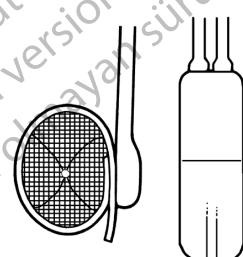

Figura 4-41. Manguito y bomba llenos
*Nota: esto hará que el dispositivo de desactivación vuelva a la posición de activación. Una vez activado el dispositivo, la bomba se llenará primero y, despues, se volverá a llenar el manguito. (**Figura 4-41**) Pasarán unos minutos hasta que el dispositivo vuelva a llenarse y el manguito cierre la uretra o el cuello de la vejiga. Cuando el sistema esté activado, la bomba se volverá menos firme.*